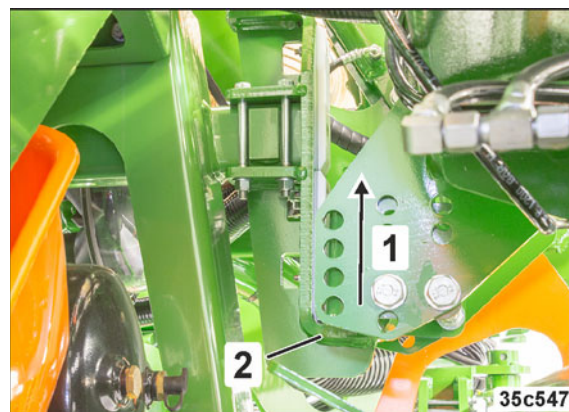

Рис. 227
6. Освободите консоли машины (Рис. 227/1) из транспортировочных фиксаторов (Рис. 227/2).
- 9.1 Активизируйте блок управления трактора *желтый*, подтвердив освобождение консолей машины из транспортировочных фиксаторов на AMATRON 3 (см. Рис. 227).